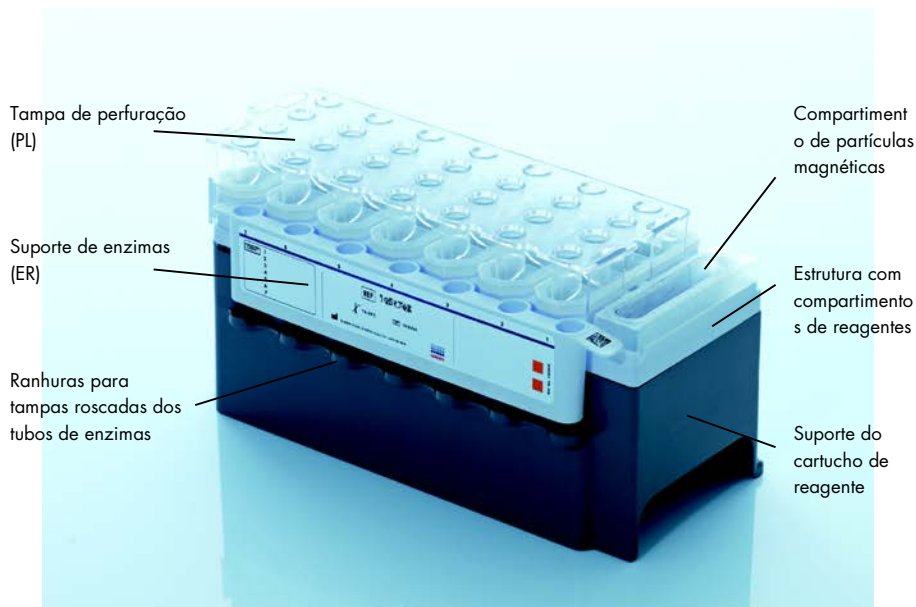

Fig. 2. Cartucho de reagente (RC) QIASymphony. O cartucho de reagente (RC) contém todos os reagentes necessários para a execução do protocolo.
Os reagentes para a purificação de ADN estão contidos num cartucho de reagentes (RC) (fig. 2). Cada compartimento do cartucho de reagente (RC) contém um determinado reagente, como sejam partículas magnéticas, tampão de lise, tampão de lavagem ou tampão de eluição. Os cartuchos de reagentes (RC) parcialmente utilizados podem voltar a ser fechados com tiras vedantes reutilizáveis, evitando a geração de resíduos por reagentes sobranes no fim do procedimento de purificação.
Antes de iniciar o procedimento, assegure-se de que as partículas magnéticas estão completamente ressuspendas. Remova o compartimento de partículas magnéticas da armação do cartucho de reagente, agite vigorosamente em vórtice durante, pelo menos, 3 minutos e volte a colocar na armação do cartucho de reagente antes da primeira utilização. Coloque o cartucho de reagente (RC) no respetivo suporte. Coloque o suporte de enzimas (ER) no suporte do cartucho de reagente. Antes de utilizar um cartucho de reagente (RC) pela primeira vez, coloque a tampa de perfuração (PL) por cima do cartucho de reagente (RC) (fig. 2, acima).
Após remoção da cobertura da cavidade das partículas magnéticas e do suporte de enzimas, os tubos são abertos (as tampas de rosca podem ser armazenadas em ranhuras especiais para o efeito, ver fig. 2 acima), o cartucho de reagente (RC) é subsequentemente carregado na gaveta de "Reagents and Consumables".